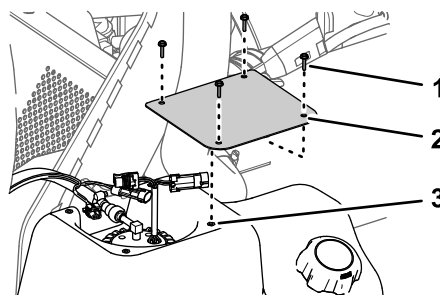

図 84
1. カバーをタンク 図 84 に組み付けるステップ 2 燃料ポンプのカバーを外す (ページ 59) で外したねじ #10 x 3/4" 4本を使用する。